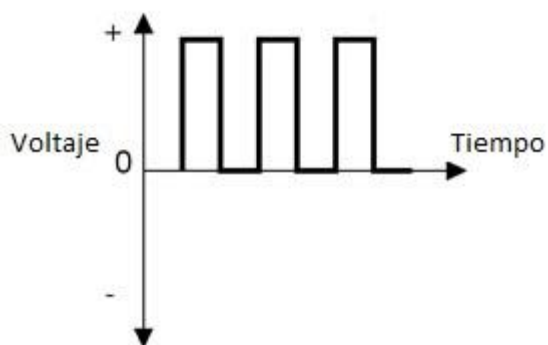
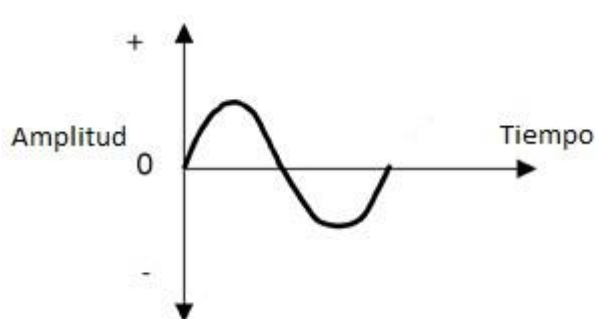

Figura 2a Corriente continua pulsada (CC) (tres ciclos)
Figura 2b Corriente alterna (CA) (un ciclo)
Se puede generar corriente bien como corriente continua pulsada (CC) (Figura 2a), como desde una batería que se enciende y se apaga, que fluye en una dirección; o puede ser una corriente alterna (CA) (Figura 2b), procedente de la red de suministro o un generador, en la que la dirección del flujo de corriente cambia. La onda de una corriente describe la forma de un ciclo de la corriente.
La frecuencia de una corriente indica cuántas veces se repite un ciclo de la onda por segundo y se mide en hertzios (Hz). La corriente de red tiene una onda sinusoidal (Figura 2b) y una frecuencia de 50 Hz, es decir, se repite 50 veces por segundo. Las ondas de mayor frecuencia se repiten más veces por segundo; es decir, la frecuencia de la corriente en la Figura 3a es cuatro veces la frecuencia de la corriente de la Figura 3b.